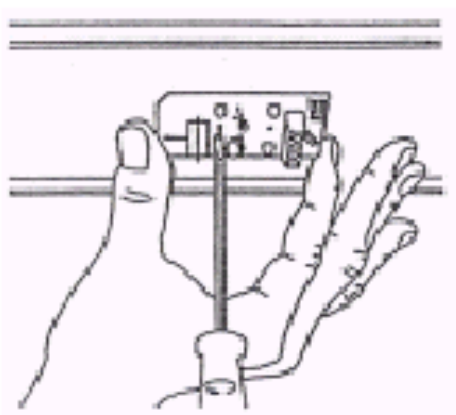

Рис. 3
3. Прикрепите датчик к стене металлическими винтами 3x20 мм (см. рис. 3).